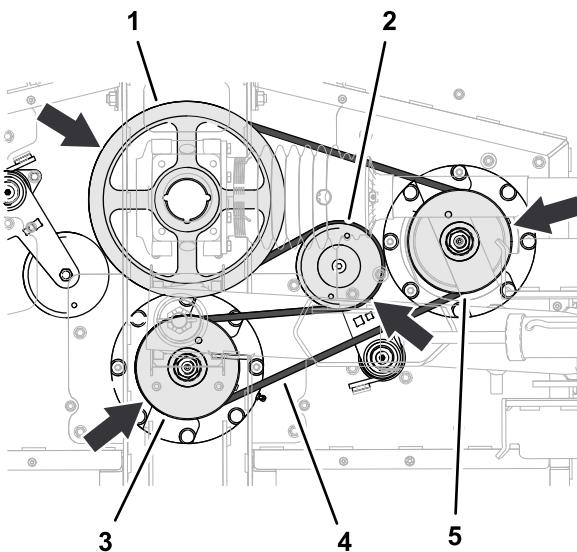

Figure 68
1. Acheminez la grande courroie autour de la poulie d' entraînement, dans la gorge supérieure de la poulie d' axe central et autour de la poulie d' axe droit (Figure 68).
2. Au moyen d'une poignée articulée ou d'un outil similaire, faites tourner le tendeur dans le sens antihoraire et chaussez la courroie sur la poule de tendeur (Figure 68).